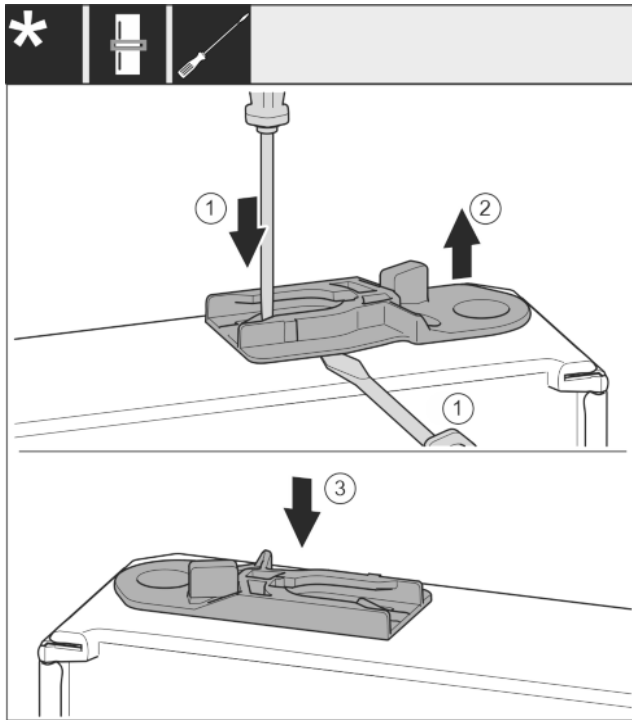

Fig. 29
- ▶ Извлеките направляющее гнездо: Нажмите на накладку шлицевой отверткой и одновременно переместите ее при помощи шлицевой отвертки под направляющее гнездо. Fig. 29 (1, 2)
- ▶ Входящее в комплект поставки направляющее гнездо вставьте на другой стороне корпуса. Fig. 29 (3)